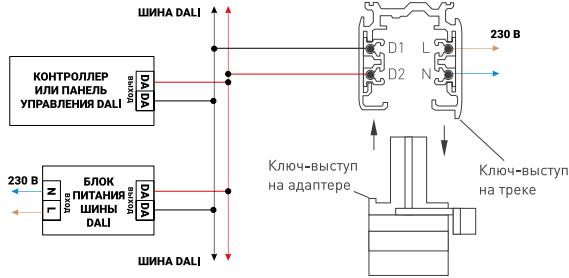

Рис. 2. Схема подключения светильников с управлением DALI
- 1.4. На коннекторе питания открутите винт и снимите крышку. Подсоедините провода, подводящие питание, к винтовым клеммам согласно схеме на рис. 2. Используйте 5-жильный кабель. Обязательно подключите защитное заземление к клемме GND.